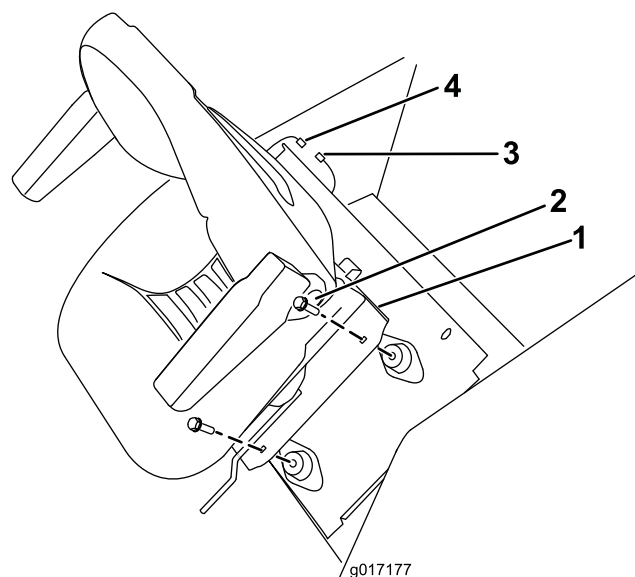

Figura 7
6. Prenda a base do banco às montagens e placa do banco com as fixações previamente removidos (Figura 7).
7. Ligue a cablagem ao conector do banco (Figura 7).